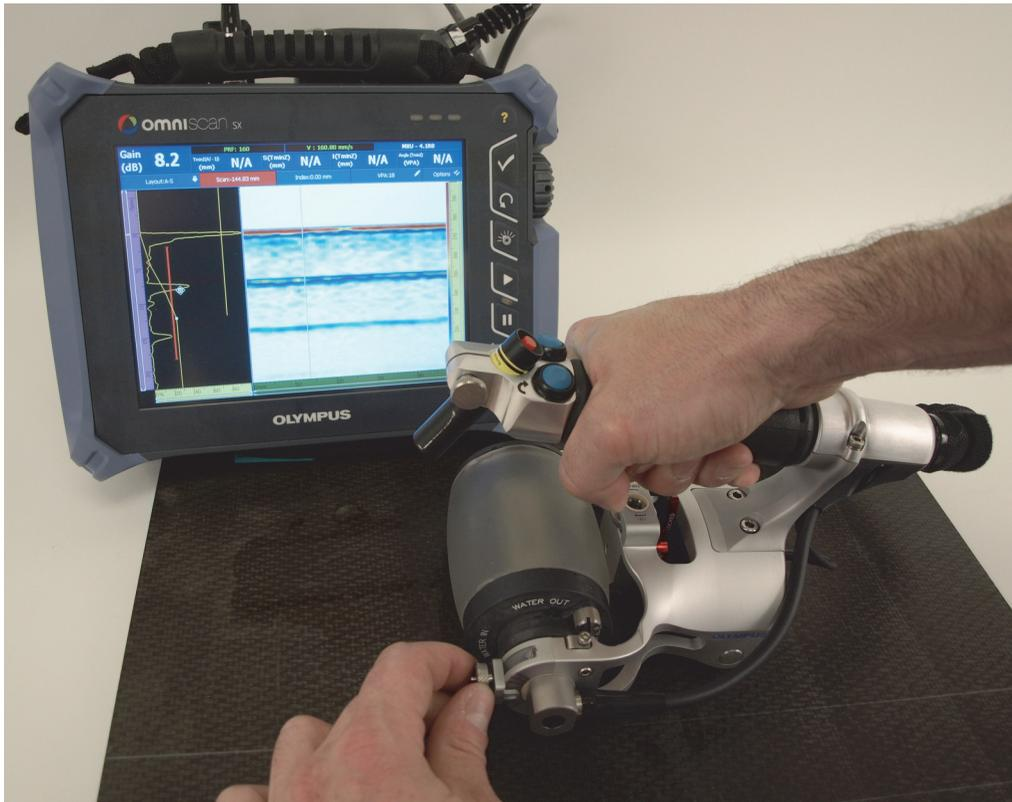

Abbildung 4-1 Einstellung des Sensorwinkels zur Signalmaximierung
3. Lockern Sie die Winkeleinstellschraube auf der Sensorkabelseite des Rollenlagerarms (Abbildung 4-1 auf Seite 57).